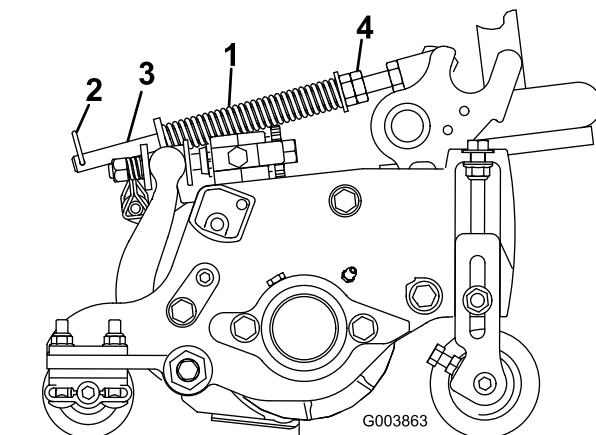

Figura 90
Arcul de compensare pentru gazon transferă greutatea de la rola frontală pe cea posterioară (Figura 90). Acest lucru ajută la reducerea valurilor create la nivelul gazonului, fenomen cunoscut și drept ondulare sau oscilare.
1. Asigurăți-vă că tiftul în formă de agrafă este montat în orificiul posterior al tijeii arcului (Figura 90).
2. Strângeți piuliele hexagonale de la capătul din față al tijeii arcului până când lungimea comprimată a arcului este de 15,9 cm pentru unitățile de tăiere de 7" (Figura 90).